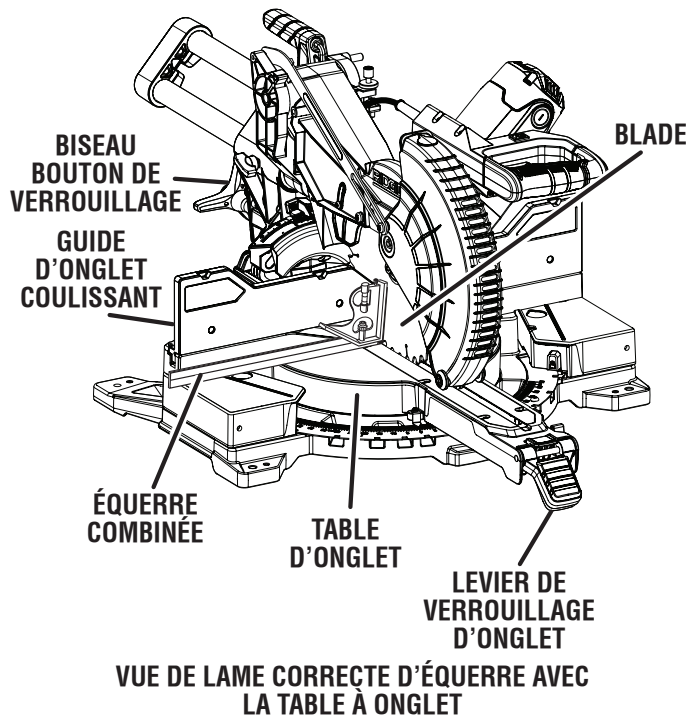

Fig. 25
Voir les figures 25 à 27.
- Le bord de l'équerre et la lame de la scie doivent être parallèles, comme illustré à la figure 25.